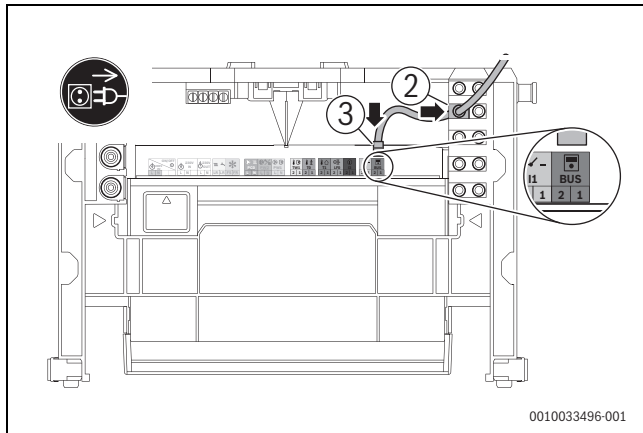

Bild 121 Zubehör CS 36 an BUS anschließen
- ▶ Zugentlastung des BUS-Kabels einsetzen (→ Bild 121, [2]).
- ▶ BUS-Kabel am BUS-Steckplatz der Klemmleiste anschließen (→ Bild 121, [3]).